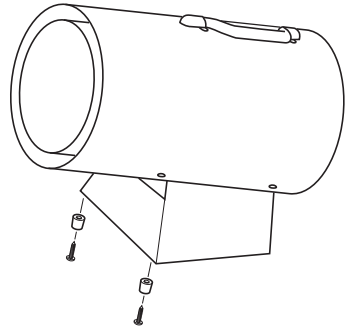

Figura 5 - Conexión de Patas de la Base
2. Asociar al fondo de la base como se muestra en la Figura 5.